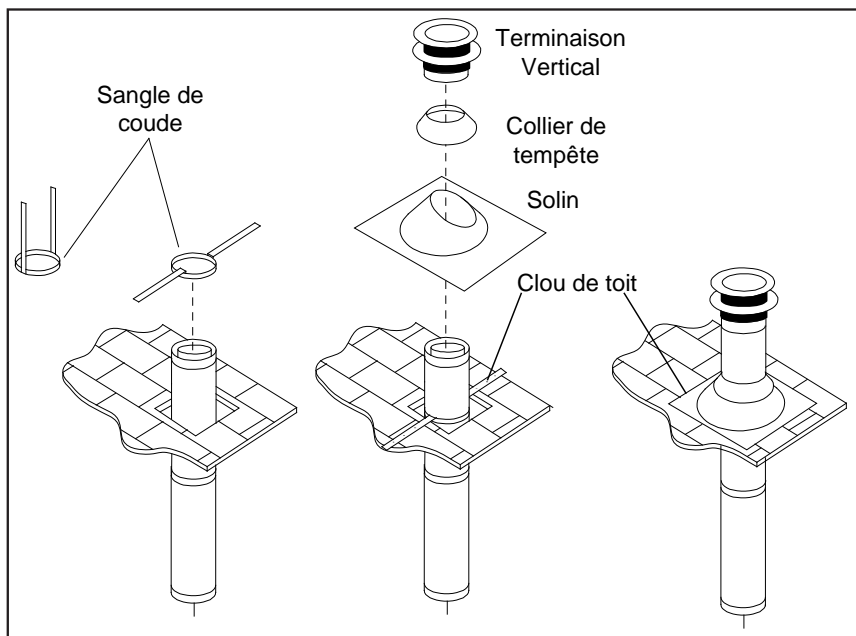

Figure 28. Terminaison d'Évent Vertical
- Étape 6.** Une fois les sections de pipe ont été joints, et placer jusqu'à travers le trou dans le toit, placer une sangle équerre sur les sections exposées et courber les sangles de soutien vers l'extérieur. Pousser la sangle vers le bas pour être niveau au toit, comme illustré à la Figure 28. Serrer le collier de serrage autour de la section de tuyau. Utilisez un niveau pour vous assurer que le tuyau est véritablement à la verticale. Avec des clous de toiture, serrer les sangles sur le toit. Sceller les trous de clous chefs avec un silicone extérieur. Couper l'excédent de longueur des sangles de soutien qui s'étendent au-delà du bord du clignotant.
- Étape 9.** Glisser la collet d'étanchéité sur la pipe, col et poussez-le en haut du toit de clignoter comme illustré à la Figure 28. Utiliser le produit d'étanchéité non durcissant autour du joint entre le tuyau et le collier de tempête.